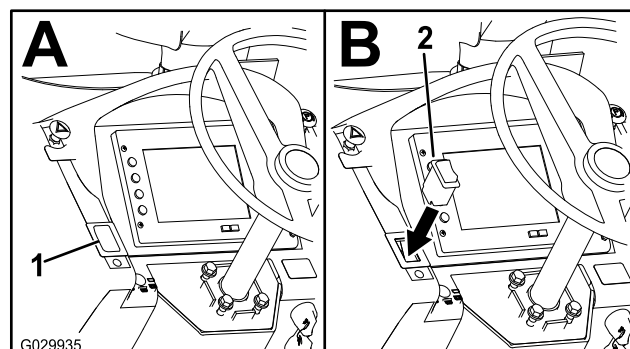

**Figura 12**
6. Instale una abrazadera en el interior de cada lado del bastidor de montaje (Figura 12).